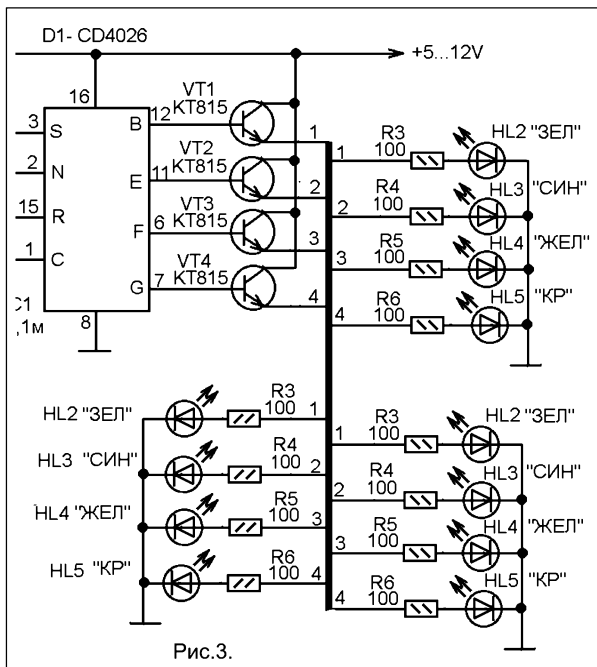

Рис.3.
2. Неправильно выбрана плата. Нужно точно так же, как показано на рис.3, посмотреть какая плата. Посмотрите в строке «Плата», там должно быть «Arduino/Genuino Uno», если что-то другое перейдите на строку «Плата» и в выпадающем меню выберите «Arduino/Genuino Uno».
Выходного тока транзисторов VT1-VT4 вполне достаточно чтобы обслуживать несколько «букетиков светодиодов» помещенных в разных игрушках. В этом случае, «букетики светодиодов» нужно делать каждый со своими резисторами R3-R6, убрав эти резисторы с платы. На рис. 3 показан вариант схемы выходного каскада для трех «букетиков светодиодов». Соответственно, втрое больше резисторов R3-R6 и светодиодов HL2-HL5. Для разнообразия порядок цветов в дополнительных «букетиках» можно изменить.